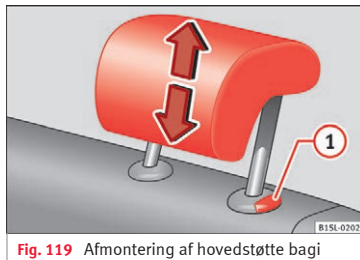

Fig. 119 Afmontering af hovedstøtte bagi
- Træk hovedstøtten helt ud, mens du trykker på knappen »» Fig. 119 ①.